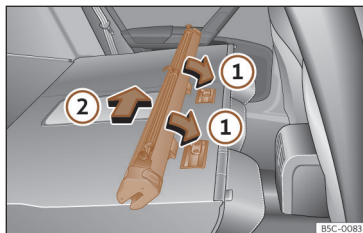

Fig. 134 Montar a rede de separação nos encostos do banco traseiro.
- Coloque a carcaça da rede nos rebaios das calhas de fixação no sentido das setas >>> **Fig. 134 ①**.
- Empurre a carcaça para o lado esquerdo do veículo no sentido da seta >>> **Fig. 134 ②** e até ao limite.
- Puxe da carcaça da rede aproximadamente 5 cm no sentido contrário da seta >>> **Fig. 134 ②**.
- Retire a carcaça das calhas de fixação puxando no sentido contrário ao das setas >>> **Fig. 134 ①**.